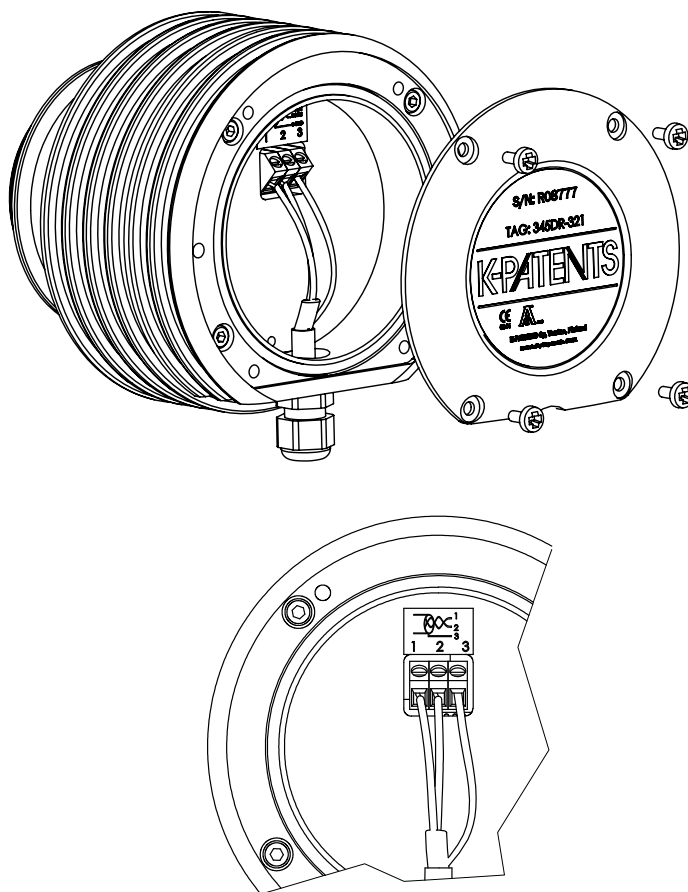

Figure 3.4 Raccordements électriques du capteur
1. Retirez les quatre vis de retenue de la plaque signalétique du capteur (Figure 3.4). La plaque à bornes se trouve sous la plaque signalétique.
2. Raccordez les fils de transmission aux bornes (1) et (2) et le blindage à la borne (3).